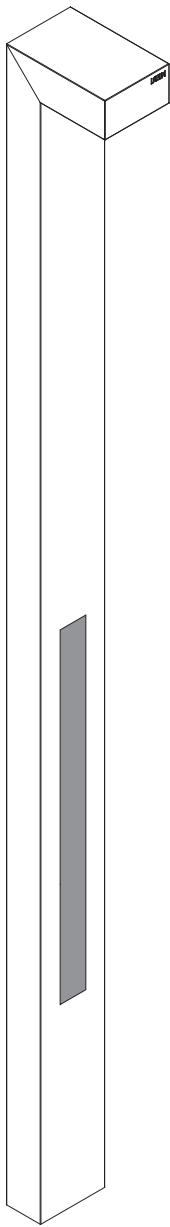
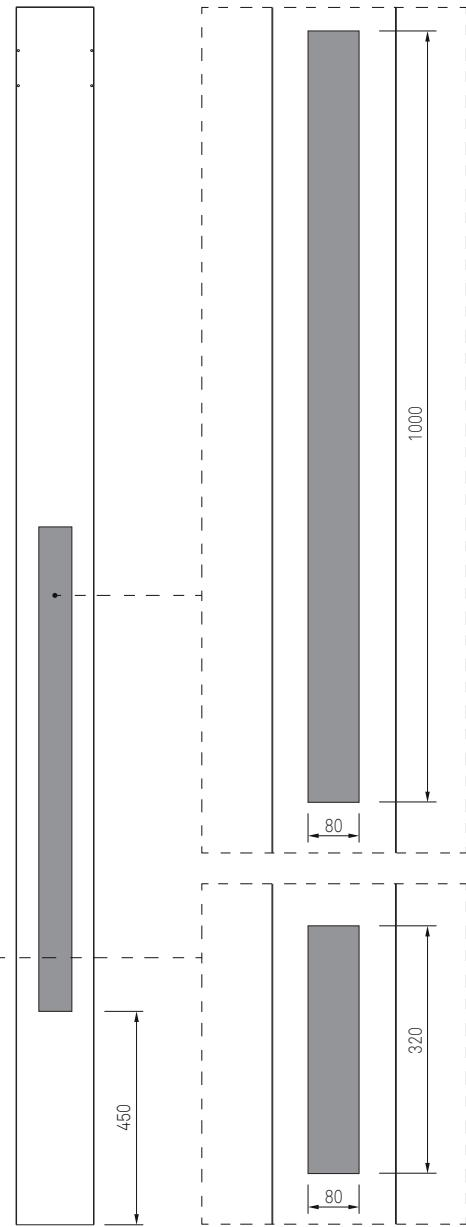

Fig. 1
Fig. 2
*In ogni configurazione scelta è possibile installare un solo modulo LED decorativo. Il modulo può essere posizionato ad un'altezza minima di 450 mm sul telaio frontale (Fig. 1) o su quello posteriore (Fig. 2).